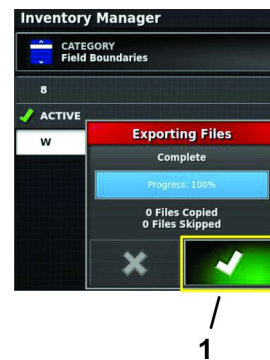

Рисунок 101
9. В диалоговом окне экспорта файлов нажмите на значок подтверждения (Рисунок 101).